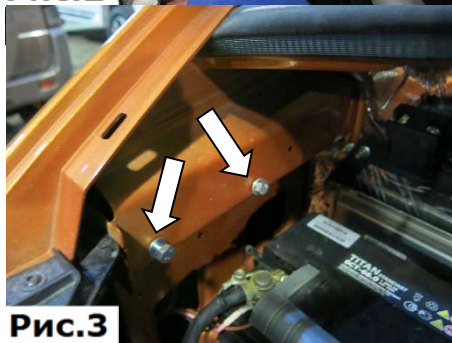

Рис.3
3. Совместить отверстия в закладной гайке с отверстиями в кузове автомобиля. Закрутить в закладную гайку болты М8х25 с шайбой 8 на несколько оборотов, (Рис.3).